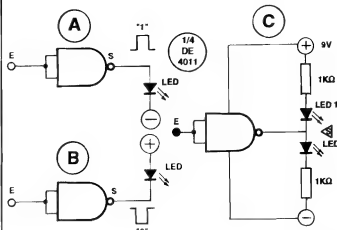

FIG. 12
- FIG. 12 - FALANDO, AGORA, DAS SAÍDAS DOS GATES... - Já vimos que uma Saída de bloco digital CMOS, qualquer que seja o nível ou estado momentaneamente nela apresentado, está sempre "limitada", automaticamente, por um "resistor" interno à linha de alimentação positiva ou negativa... Essa característica faz com que não seja possível grandes "puxadas" ou "fornecimentos"